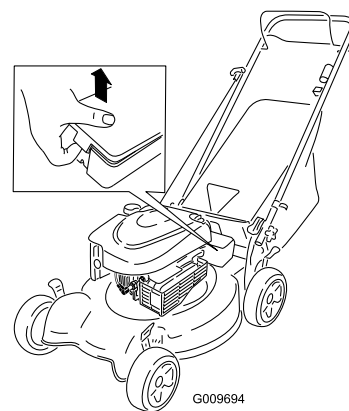

Figura 5
- Desenganche ambos extremos de la tapa de la batería y retírela (Figura 5).